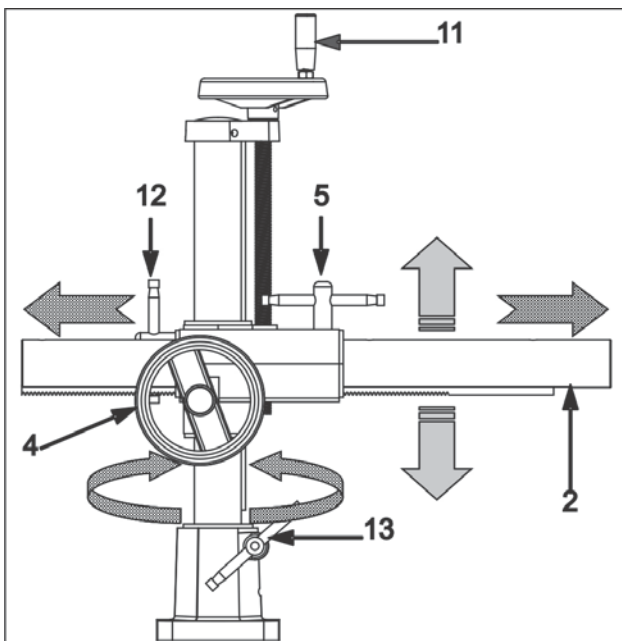
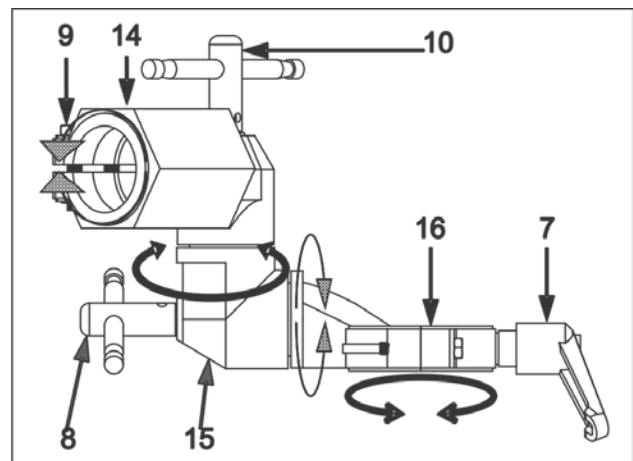

Fig. 8
Fig. 9
A) Fixação: (fig. 8)
- Para rotacionar o braço (2), solte o manípulo (13).
- Para efetuar a elevação do braço (2), solte o manípulo (12) e gire a roda superior (11).
- Ao extender o braço (2), solte a manivela (5) e gire a roda lateral (4).
B) Junta de controle: (fig. 9)
- Para regular o suporte do braço (14), solte os parafusos (9).
- Ao regular a Junta do ângulo (15), Solte a manivela (10).
- Ajustando o grampo do motor (16), solte as manivelas (7 e 8).